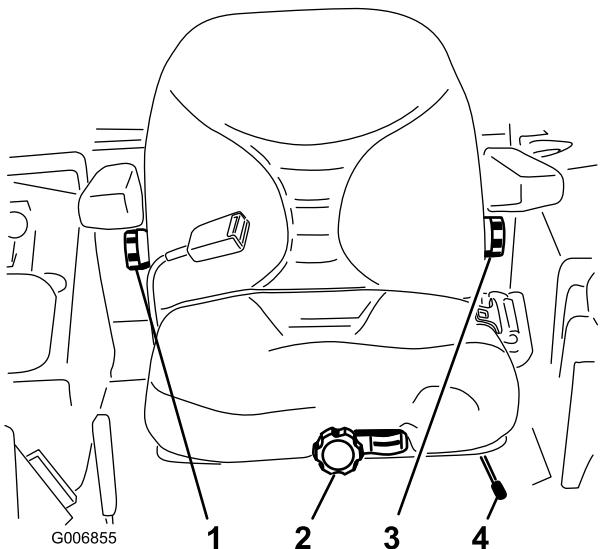

Figure 48
1. Poussez le levier de réglage sur le côté pour débloquer et régler le siège (Figure 48).
Pour ce faire, tournez le bouton situé sous l'accoudoir droit dans un sens ou dans l'autre pour obtenir la position la plus confortable (Figure 48).
Pour le régler, tournez le bouton situé sous l'accoudoir gauche dans un sens ou dans l'autre pour obtenir la position la plus confortable (Figure 48).